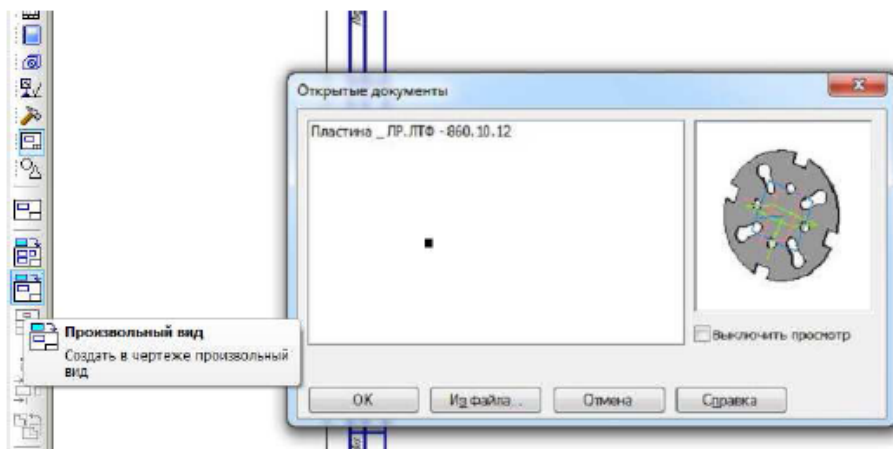

Рисунок 129 – Панель виды
10.8 Откройте новый документ *Чертеж* (*Файл* → *Создать*). В появившемся документе слева найдите панель *Виды* , выберите команду *Произвольный вид* , рис. 129.